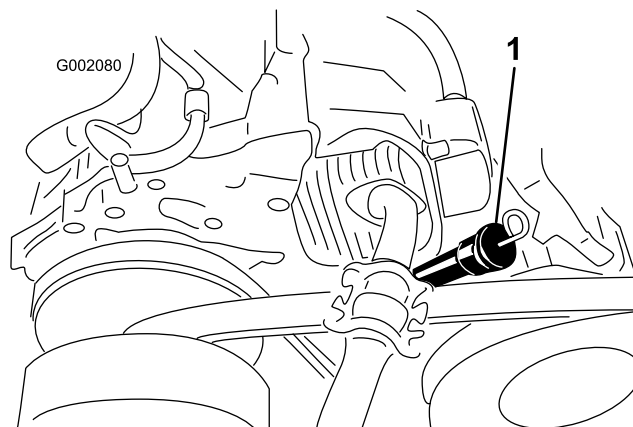
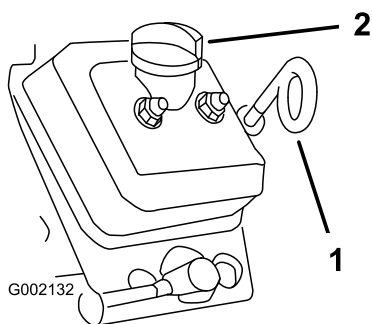

Figura 15
Figura 16
- Modelos **07266TC e 07279** – vareta do óleo e bocal de enchimento (Figura 15).
- Modelos **07273** e **07273TC** – vareta do óleo e tampa de enchimento (Figura 16).
4. Retire a vareta do óleo e limpe a extremidade (Figura 15 e Figura 16).
5. Volte a colocar a vareta completamente no tubo de enchimento (Figura 15 e Figura 16). Retire a vareta do óleo e verifique a extremidade.
6. Insira a vareta do óleo e coloque-a com firmeza (Figura 15 e Figura 16).